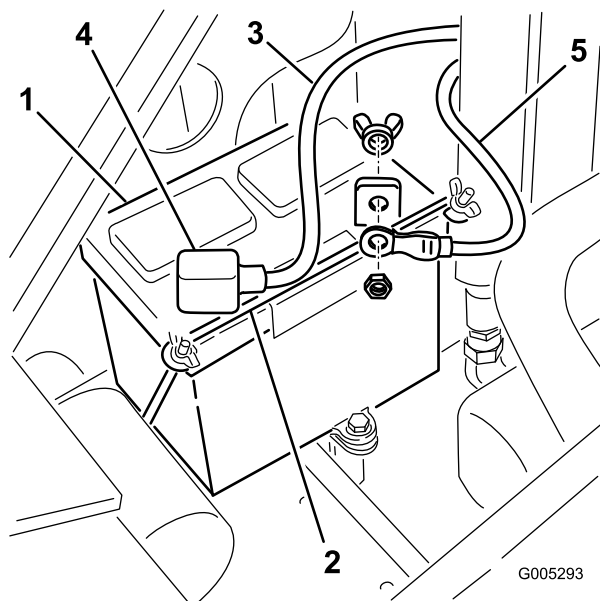

Рисунок 31
4. Снимите барашковые гайки и планку крепления аккумулятора (Рисунок 31).
7. Отсоедините положительный (красный) кабель от штыря аккумулятора (Рисунок 31). Сохраните крепежные детали.
1. Используя ранее снятые крепежные детали, подсоедините положительный (красный) кабель к положительному (+) штырю аккумулятора (Рисунок 31).
3. Используя ранее снятые крепежные детали, подсоедините отрицательный (черный) кабель к отрицательному (-) штырю аккумулятора (Рисунок 31).
4. Прикрепите аккумулятор, используя планку и барашковые гайки (Рисунок 31).